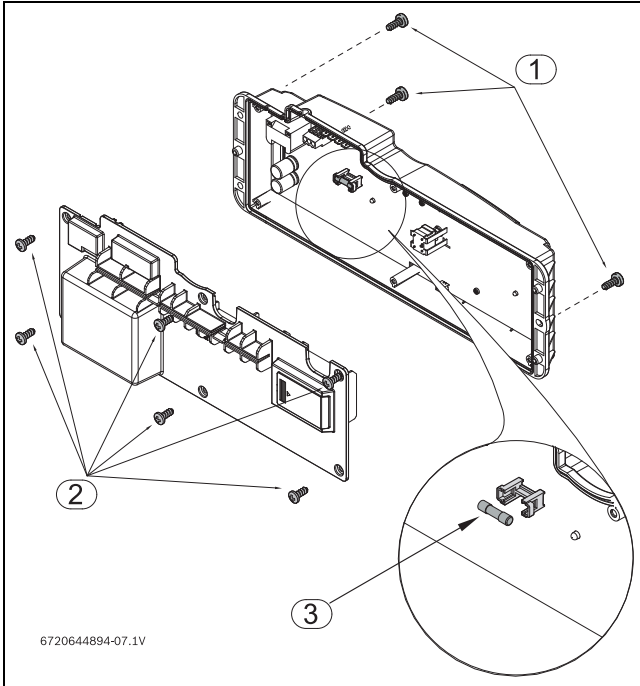

Fig. 44 Posición de los fusibles
- ▶ Quite los seis tornillos de la tapa trasera de la unidad de control, consulte fig. 44, pos. 2.
► Compruebe los fusibles en la placa electrónica fig. 44, pos. 3.